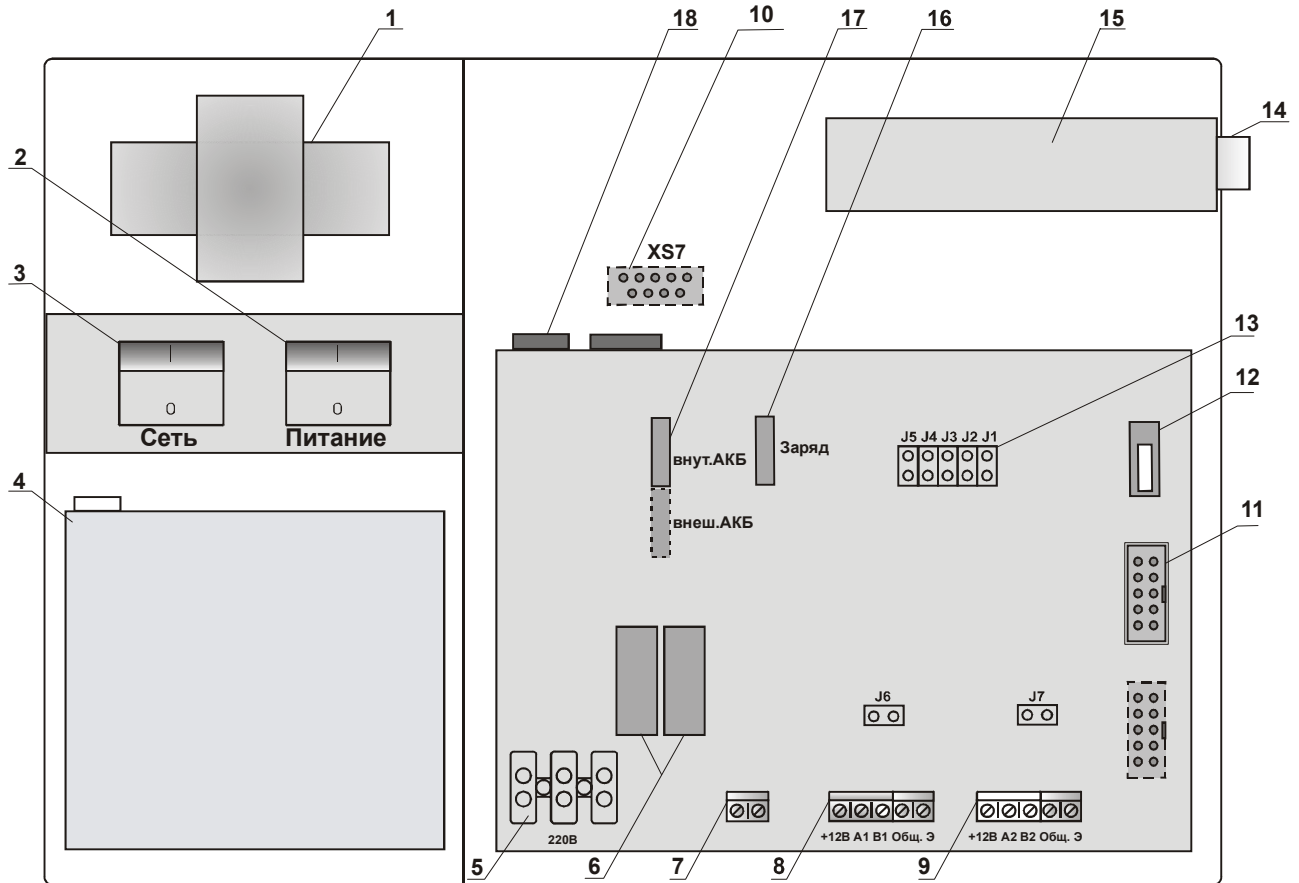

Рисунок 1 – Передняя панель концентратора
1.4.1.2 На лицевую панель концентратора (рисунок 1) выведены пять светодиодов: «Передача», «Связь», «АКБ», «Сеть», «Тампер».